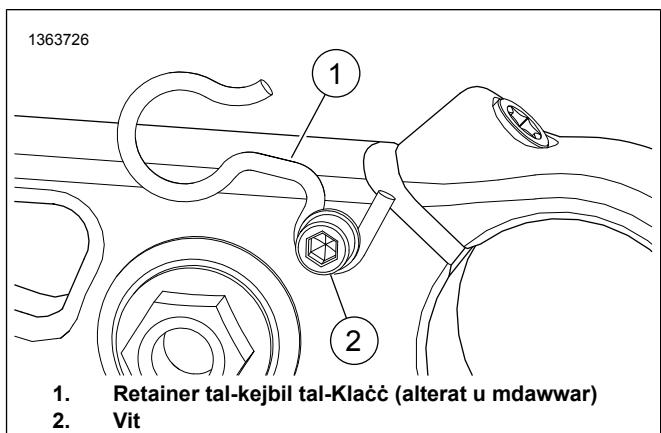

Figura 4. Ir-Retainer Immodifikat tal-Kejbil tal-Klaċċ
1. Figura 4 Holl il-vit (2).
2. Neħħi r-retainer tal-kejbil tal-klaċċ OE (1).